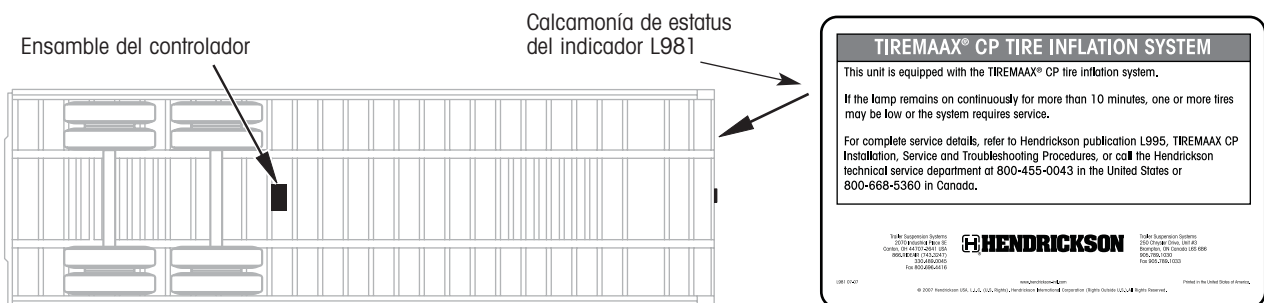

Figura 33. Localización recomendada para el ensamble del controlador y la calcomanía
1. Instale la calcomanía L981 al frente del remolque, cerca del indicador (figura 33).